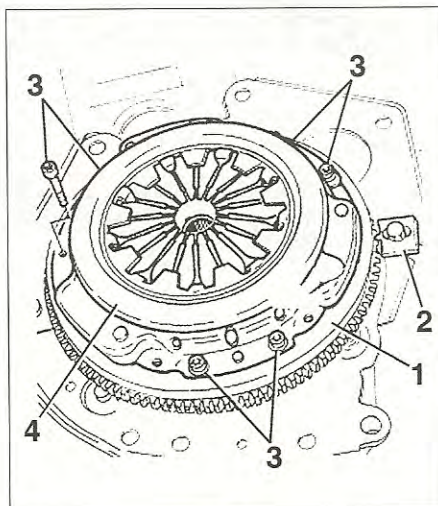

fig. 1
- 2. Utillaje de bloqueo del volante motor o útil Fiat (ref: 1860846000) (fig. 1).
• Bloquear el volante motor (1) con el útil (2) (fig. 1).
• Desmontar los tornillos de fijación (3) del mecanismo de embrague (4).